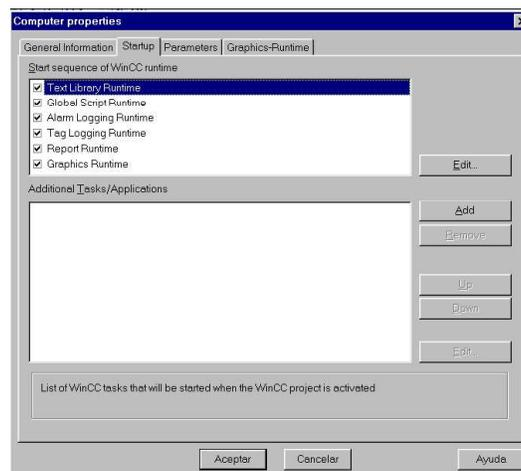

Imagen 4.3.
2. A continuación elegir el tabulador “Startup” para habilitar las aplicaciones que se quieren dar inicio. (Ver Imagen 4.3)